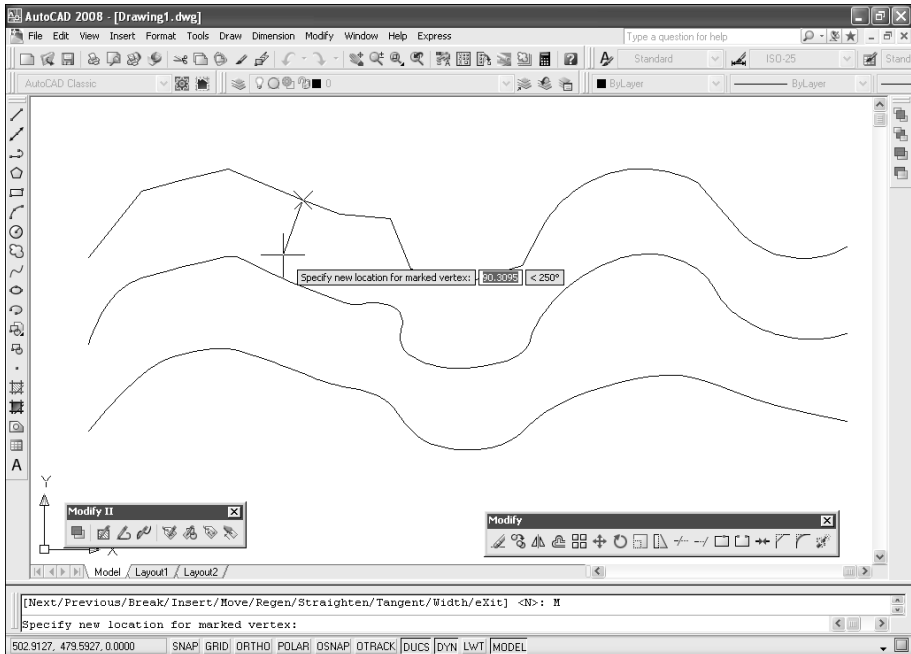

Рис. 5.3. Определение нового расположения пятой слева вершины полилинии
6. Задайте новое положение вершины (рис. 5.3). Программа переместит вершину, перечертит полилинию и снова предложит выбрать команду режима редактирования вершин.
7. Выберите другую команду или введите **EXIT (ВЫХОД)** или просто **X (X)** либо выберите команду контекстного меню **eXit (Выход)** для выхода из режима редактирования вершины. После завершения редактирования вершин AutoCAD снова предложит выбрать режим использования команды **PEDIT (ПОЛПРЕД)**.